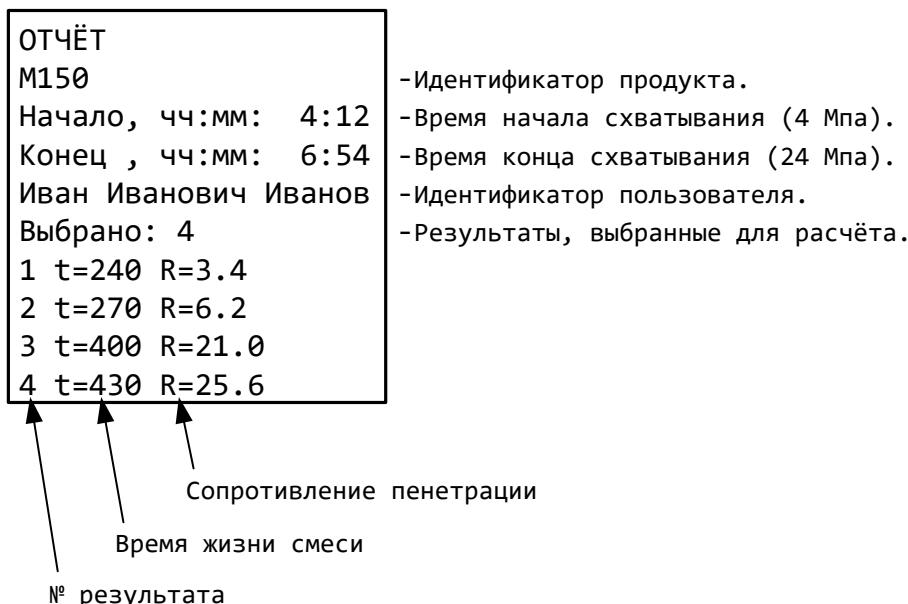

Рисунок 14 – Отчёт
4.6.4 Нажать [Режим] для вывода на дисплей отчёта (рисунок 14).